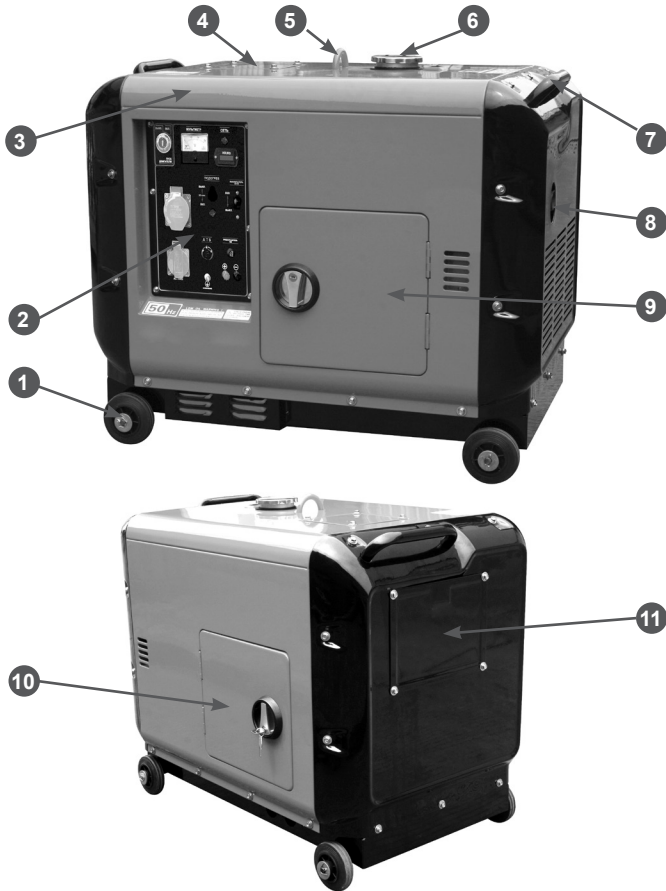

Рис. 1 Основные узлы и органы управления
Расположение основных узлов и органов управления генератором приведено на Рис. 1, 2, 3.
2. Откройте дверцу для доступа к двигателю (Рис. 1 п. 10).